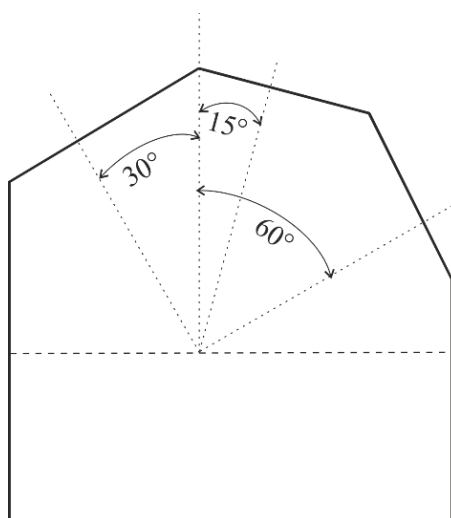

Рис. 41. Призма для изучения эффекта Доплера. Три грани наверху позволяют направить УЗ луч под определённым углом  $\alpha_{п}$  к вертикали
Доплеровская призма из оргстекла позволяет направлять УЗ луч в трубку с текущей жидкостью под определённым углом  $\alpha$  (рисунок 41). Она надевается на трубку с диаметром 3/8 дюйма, а к плоским граням наверху прислоняется УЗ датчик. Величина детектируемого сдвига частоты зависит в основном от направления УЗ луча и скорости потока.
2. Рассчитайте угол  $\alpha$ , под которым УЗ луч входит в поток жидкости, и его косинус для трёх разных углов наклона верхних граней призмы  $\alpha_{п}$  (Рисунок 41), и внесите результаты в таблицу А.
4. Нанесите небольшое количество геля на часть призмы (рисунок 41), соответствующей выбранному углу  $\alpha_{п}$ , и установите сверху ультразвуковой датчик с частотой излучения  $f_{и} = 2$  МГц (красный).